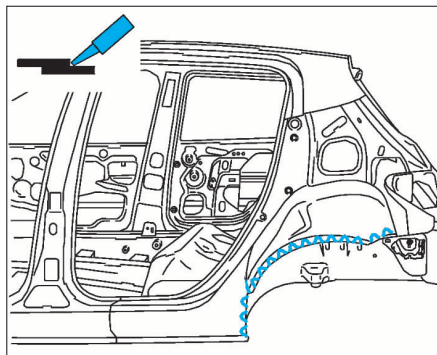

FIG. 106
- Après ajustage, déposer un cordon de colle (Fig.106).